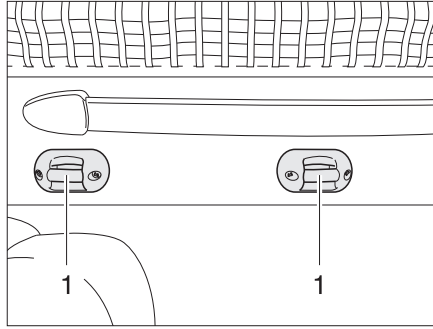

Fig. 174 Fixation échelle de montée
- Accrocher l'échelle de montée par les deux étriers aux crampons (Fig. 174,1) se trouvant sur le lit escamotable.